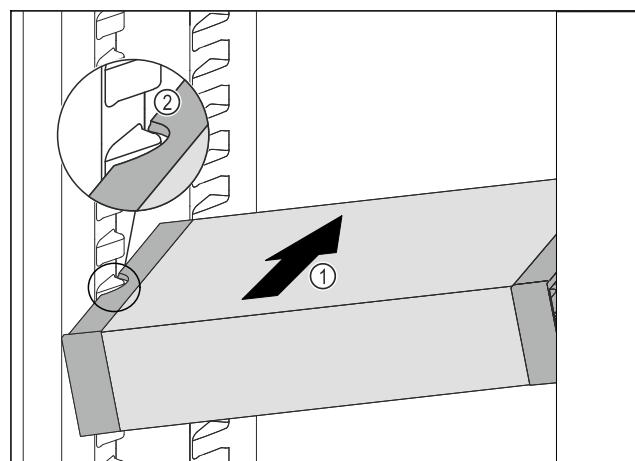

Fig. 109
- Zasuňte VarioSafe do chladničky pod úhlem tak Fig. 109 (1), aby vybrání na bocích Fig. 109 (2) VarioSafe byla na úrovni žebrování na nádobě v chladničce.